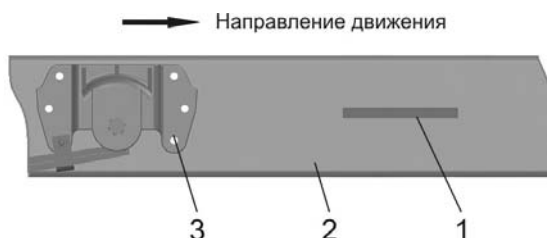

Рис. 1.2. 1 – место нанесения VIN автомобилей с платформой и их шасси; 2 – лонжерон рамы правый; 3 – передний кронштейн задней рессоры
1.2. Идентификационный номер ТС (VIN) на автомобилях с платформой и их шасси наносится на правом лонжероне рамы перед передним кронштейном задней рессоры (рис. 1.2, поз. 1)